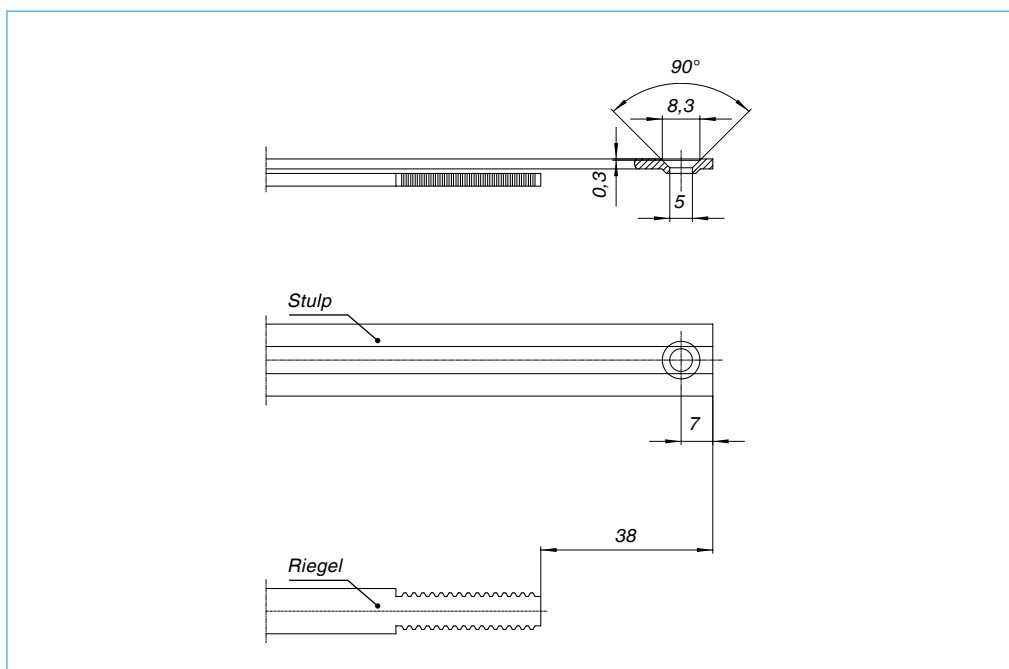

Abb. 1
5. **Kippscherengehäuse** ⑤ montieren. Kerbmarke am Kippscherenarm (Abb. 1, ①) auf den Blendrahmen
übertragen, auf diese Markierung das Kippscherengehäuse mit der Kerbmarke montieren (Abb. 1, ②).
2. Das Sicherungsplättchen am Kippscherengehäuse öffnen und den Scherenarm einhängen (Abb. 1).
3. Den Fenstergriff in die Kippstellung bringen (Abb. 2) und das Sicherungsplättchen wieder schließen (Abb. 1).
1. Beim Aushängen im gekippten Zustand das Sicherungsplättchen öffnen (Abb. 1).